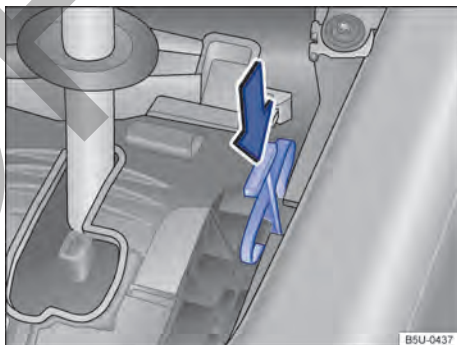

Fig. 84 Desmontar la cubierta de la palanca selectora y desbloquear el bloqueo de la palanca selectora de emergencia.
- Presionar la palanca de desbloqueo → fig. 84 en el sentido de la flecha y mantener en esta posición.